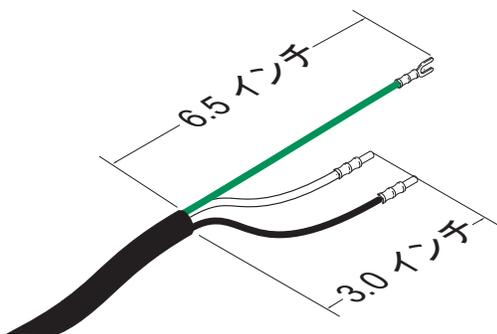

図 3: 電源コード
- 1/2 必要に応じて機能を追加します。図 3 を参照してください。